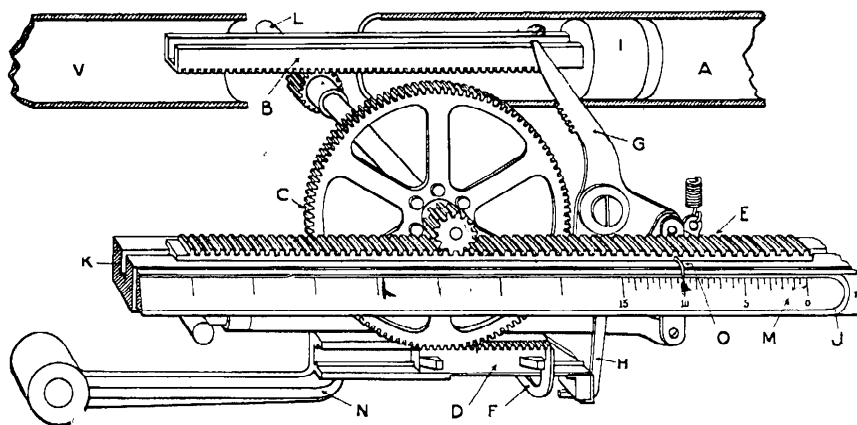

FIG. 13. — ENSEMBLE DU MÉCANISME D'ENREGISTREMENT DES UNITÉS.
La figure 13 nous montre également les organes permettant à l'opérateur de se rendre compte de l'avancement de la ligne qu'il compose. La crémaillère (E), dite crémaillère des "ems", indique, par le moyen de l'index (O) qui se déplace devant l'échelle des "ems" (M), le nombre de cadrats ou "ems" et demi-cadrats restant encore disponibles pour compléter cette ligne.